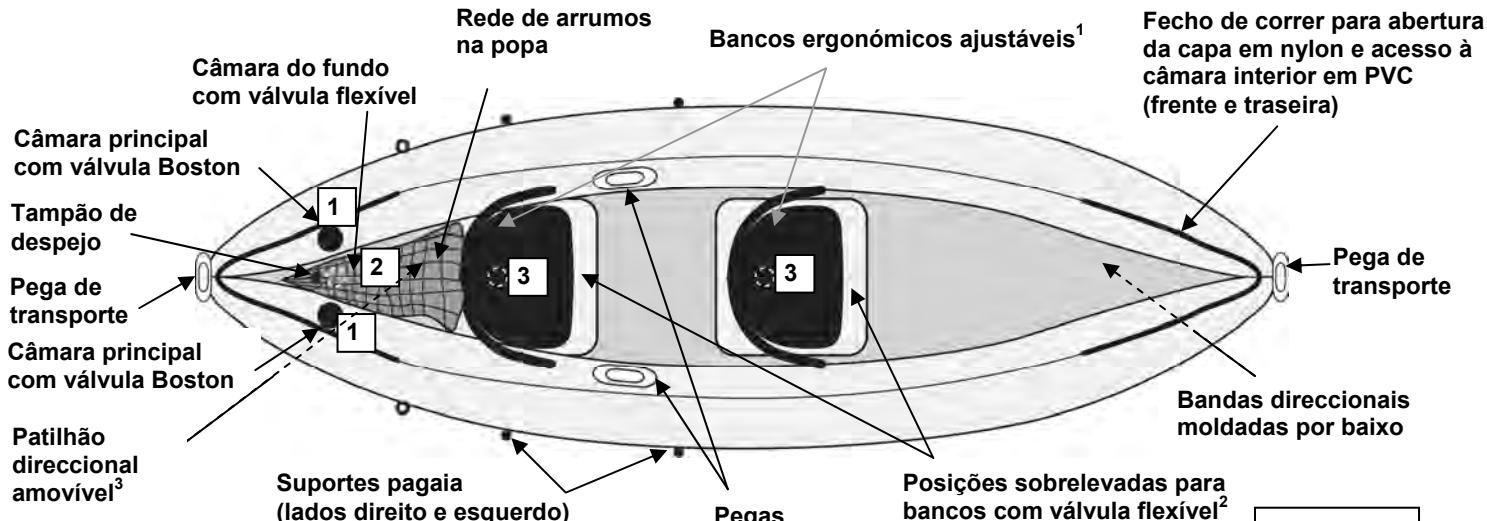

Figura 1
- Válvula(s) Boston (figura ao lado): desenrosque a tampa da válvula (1), enrosque o corpo da válvula (2) na base da válvula (3); mantenha esta tampa acessível. Introduza a extremidade do tubo da bomba na válvula e encha até atingir o nível de pressão recomendado (ver ponto 3). Após o enchimento, fechar bem todas as válvulas com as tampas (no sentido dos ponteiros do relógio). **N.B.:** uma ligeira fuga de ar antes do fecho das válvulas com as tampas é normal. **Apenas a tampa das válvulas assegura a ESTANQUIDADE.**
- Encha o produto segundo a ordem de enchimento indicada na placa de matrícula impressa no produto (ver também a figura 1, a numeração das válvulas).